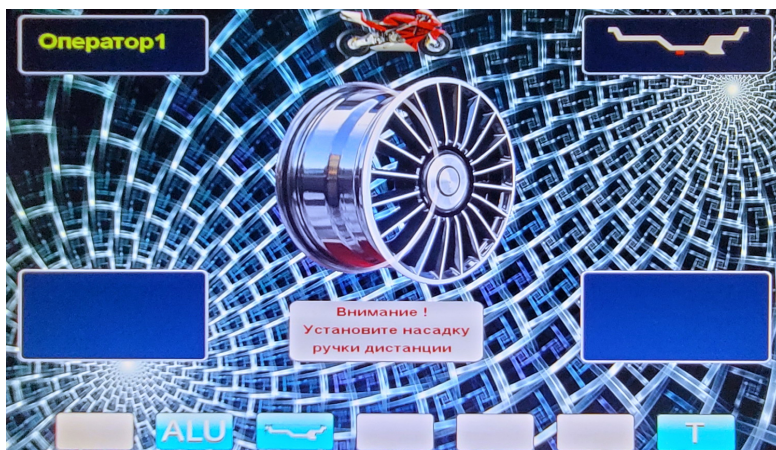

Рис. 26.1.
26.2. Для входа в режим балансировки колёс мотоциклов надо войти в «MENU» и выбрать пункт МОТОЦИКЛ. На экране основного рабочего режима появится изображение мотоцикла и надпись: «Внимание! Установите насадку ручки дистанции» (рис.26.1).